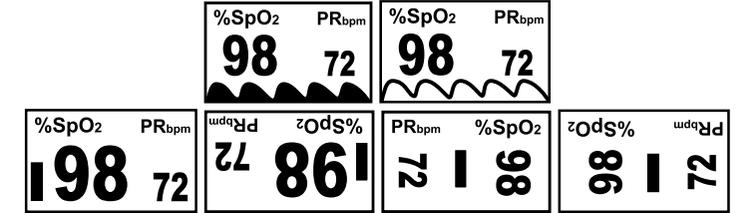

Figure 4
2. Öffnen Sie das Batteriefach durch Abziehen in Pfeilrichtung. (Figure 4)